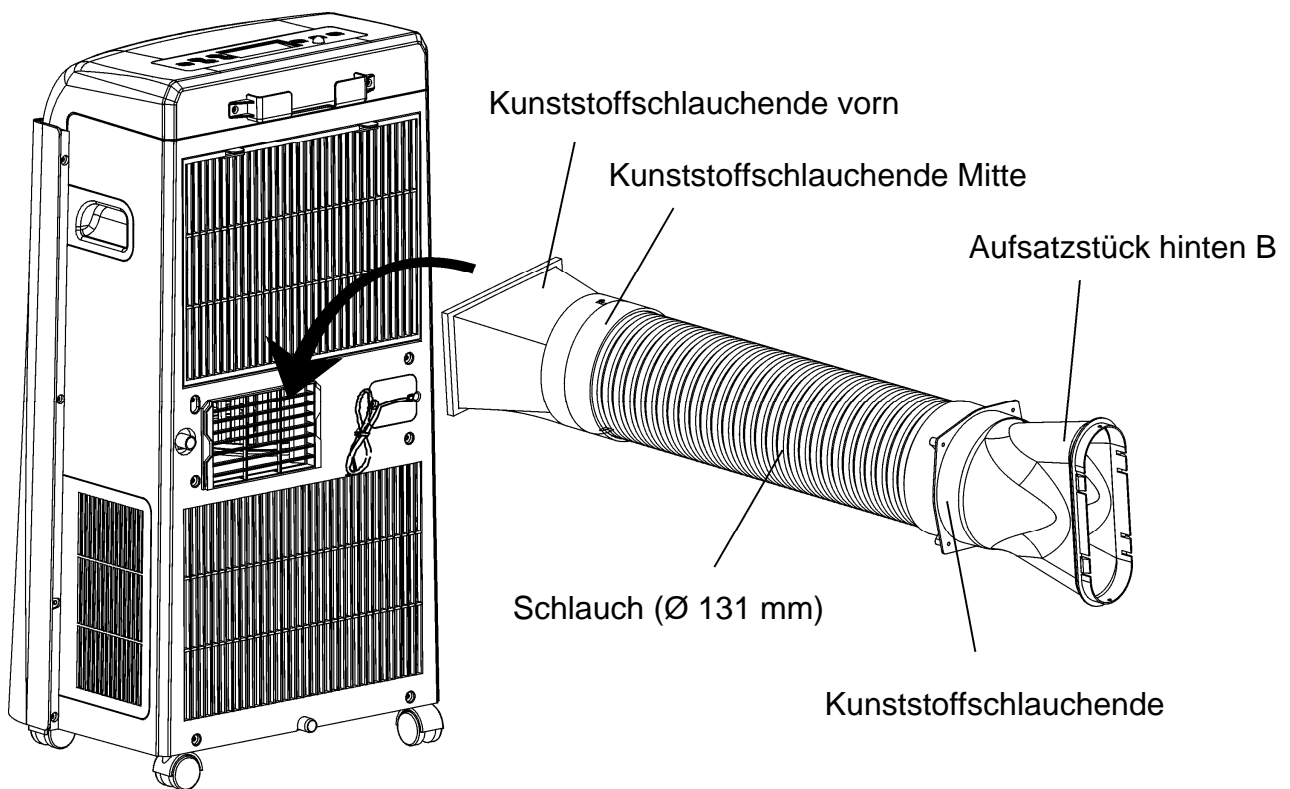

Abb. 4
2. Das quadratische Endstück des Auslassschlauches an der Geräte-Ausblasöffnung befestigen (siehe Abb. 4).